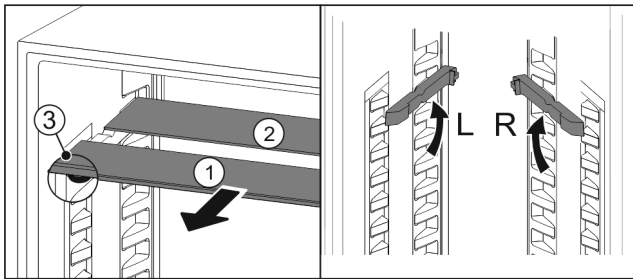

Fig. 33
- ▶ Glasplaten afzonderlijk vanaf de voorkant eruit trekken Fig. 33 (1).
- ▷ Glasplaat Fig. 33 (1) met sierlijst ligt voor.
- ▷ Stops Fig. 33 (3) zijn naar onder gericht.